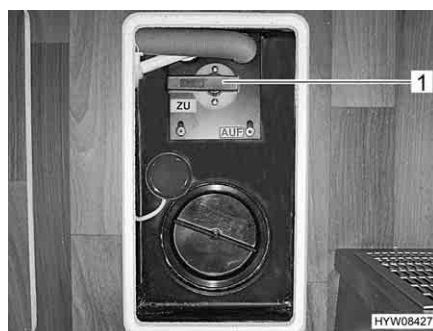

Fig. 153 Leva di comando del serbatoio delle acque grigie
La leva di comando (Fig. 153,1) per lo smaltimento delle acque grigie si trova sotto una copertura nel doppio fondo. Il tubo di scarico con collegamento per un tubo di gomma per lo scarico si trova sotto al veicolo.
- Aprire il rubinetto di scarico. A questo scopo ruotare la leva di comando (Fig. 153,1) del rubinetto di scarico di un quarto di giro. La leva di comando è posizionata verticalmente oppure nel senso della lunghezza rispetto al tubo di scarico. Le acque grigie fuoriescono.
- Dopo il deflusso completo delle acque grigie, richiudere il rubinetto di scarico. A questo scopo ruotare la leva di comando (Fig. 153,1) del rubinetto di scarico di un quarto di giro. La leva di comando è posizionata orizzontalmente oppure trasversalmente rispetto al tubo di scarico.